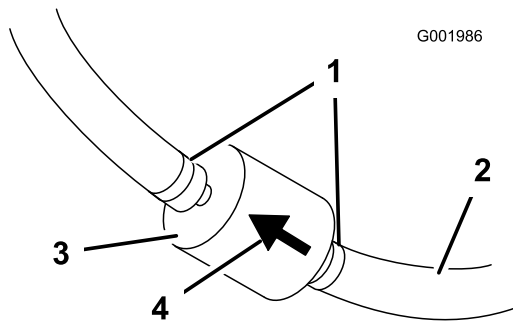

Figure 55
5. Pincez les extrémités des colliers et faites glisser ceux-ci pour les éloigner du filtre (Figure 55).